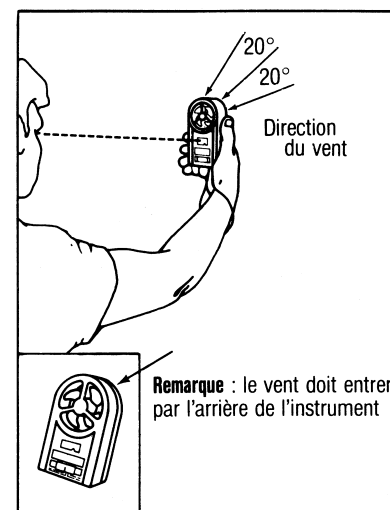

Figure 2
3. Pour déterminer la direction approximative du vent, observer drapeaux, nuages, cerfs-volants, manches à vent, etc. Tenir le Turbo Meter de façon à ce que le vent le traverse selon l'illustration de la figure 2. Pour des résultats optimaux, orienter l'axe de la turbine selon un angle de 20° maximum par rapport à la direction du vent.